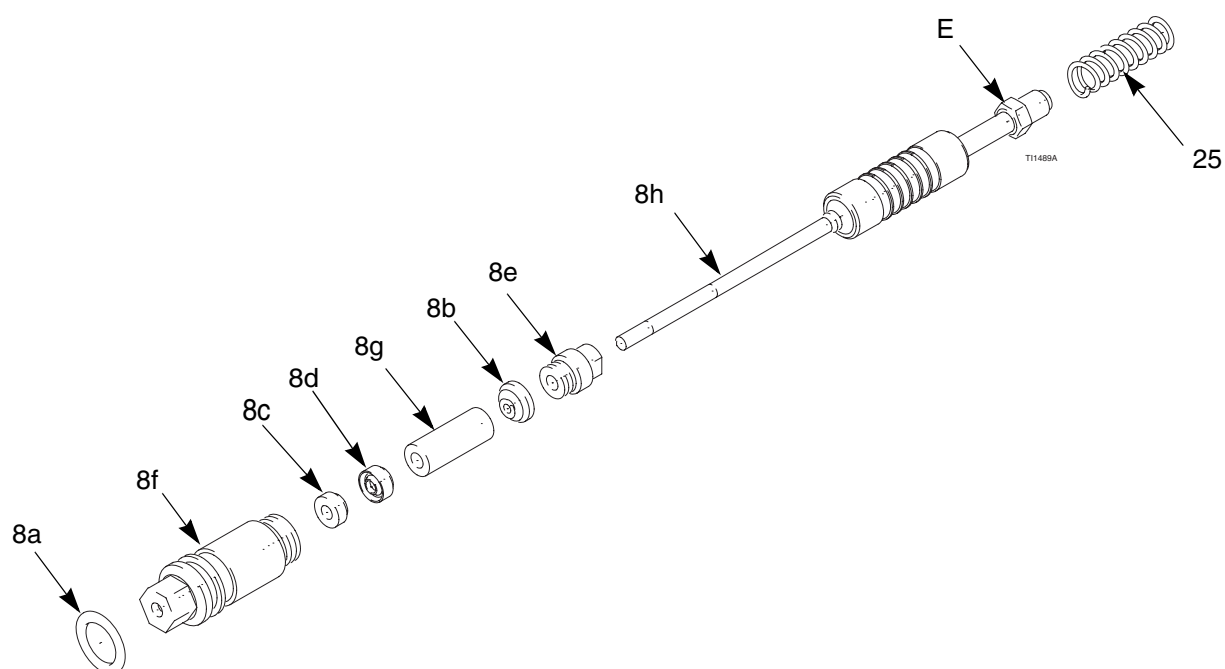

Fig. 26. Tige de presse-étoupe
1. Mettre l'écrou de presse-étoupe (8e) et le joint (8b) sur la tige (8h). Les méplats de l'écrou doivent être orientés vers l'arrière de la tige. Le joint torique doit être tourné à l'opposé de l'écrou de presse-étoupe. Voir Fig. 26.
6. Caler le ressort (25) contre l'écrou (E) comme indiqué.
7. Introduire l'ensemble du presse-étoupe (8) dans le canon du pistolet. À l'aide de la clé multi-usage (40), serrer légèrement l'ensemble pour un serrage jointif.
9. Monter la tige de commande (29) et l'écrou de blocage (28). Voir page 49.
11. Monter le capotage (2) et le chapeau d'air, page 44.